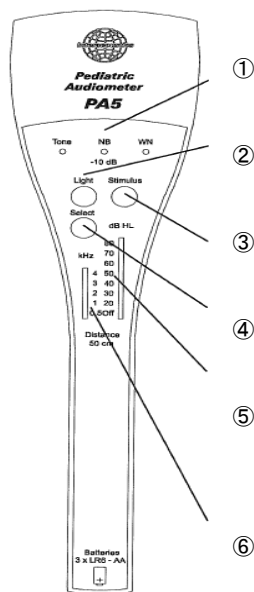

図1
1. コントロールパネルの説明(図1)
- ① 検査音種の呈示 : 選択している検査音種を確認できます。光が点灯している箇所が、現在選択している検査音種になります。
- ② 刺激光(Light) : Light ボタンを押すと、スピーカ上の刺激光が点滅します。
- ③ 刺激(Stimulus) : Stimulus ボタンを押すと、選択した検査音が呈示されます。
- ④ 選択(Select) : 3 種類の検査音ウォーブルトーン、ナローバンドノイズ、ホワイトノイズを選択するためのボタンです。
- ⑤ 音圧コントロールスイッチ(Intensity dB HL) : OFF から音圧レベルへスライドさせると電源が入ります。音圧コントロールにて 10dBHL のステップで調整が可能です。また音圧コントロールを OFF にすると PA5 の電源が切れます。
- ⑥ 周波数コントロールスイッチ : 周波数コントロールスイッチで 0.5、1、2、3、4kHz の範囲で選択可能です。